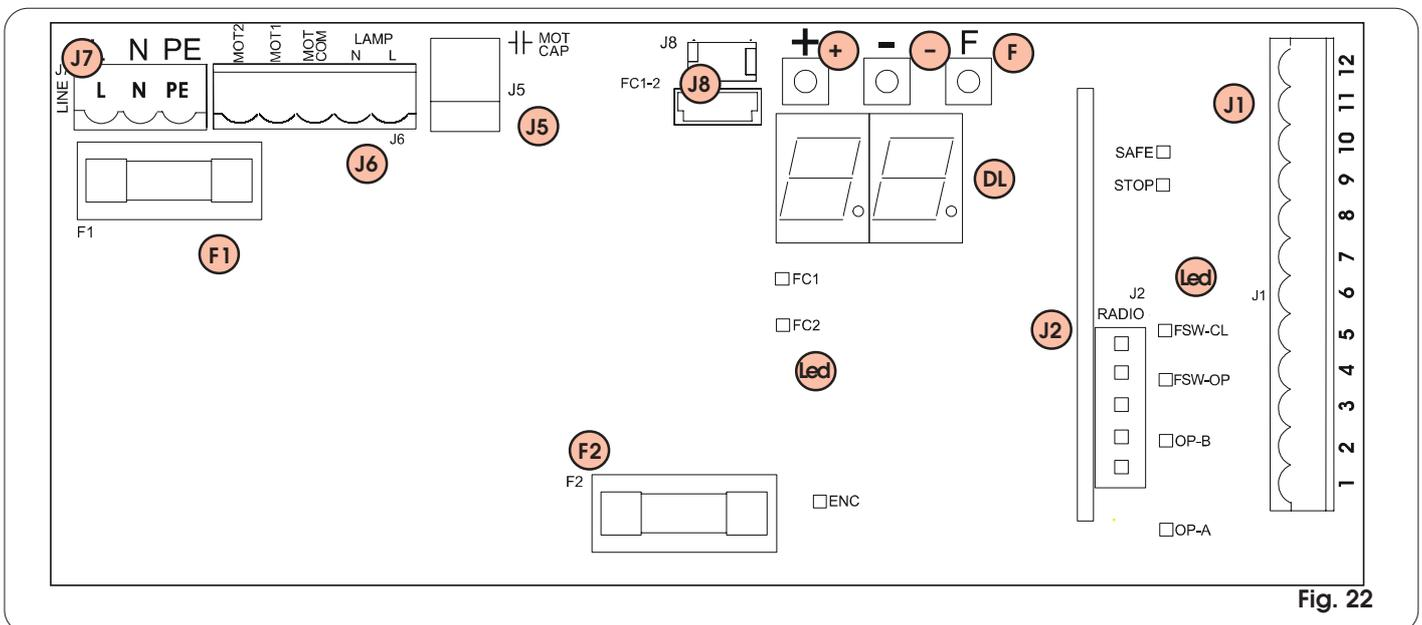

Fig. 22
- Connecter le câble de terre à la borne spécifique sur le connecteur J7 de la platine et à la douille de l'opérateur (fig. 22 et 40).
Fusibles de protection	2 (voir fig. 22 et par. 5.3)